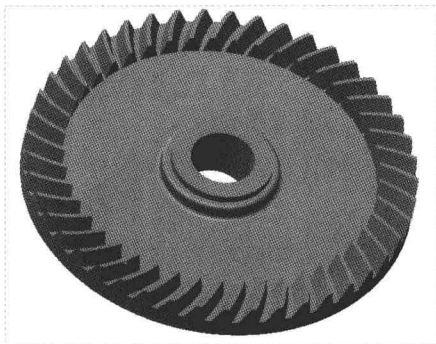

图 14-68 创建孔特征
Step 08 单击“应用并保存在工具中所做的所有更改,然后关闭工具操控板”按钮,完成孔特征的创建,如图 14-68 所示。